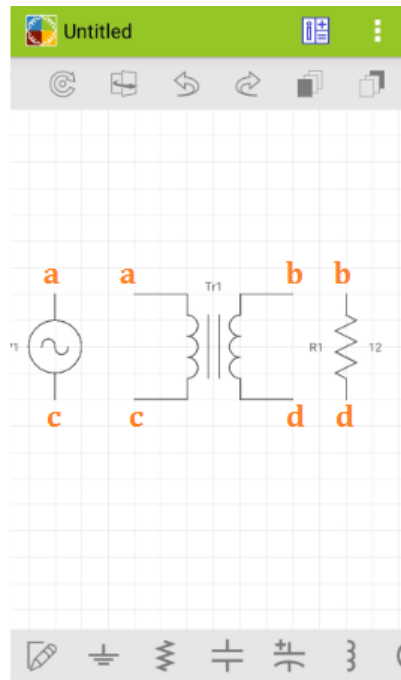
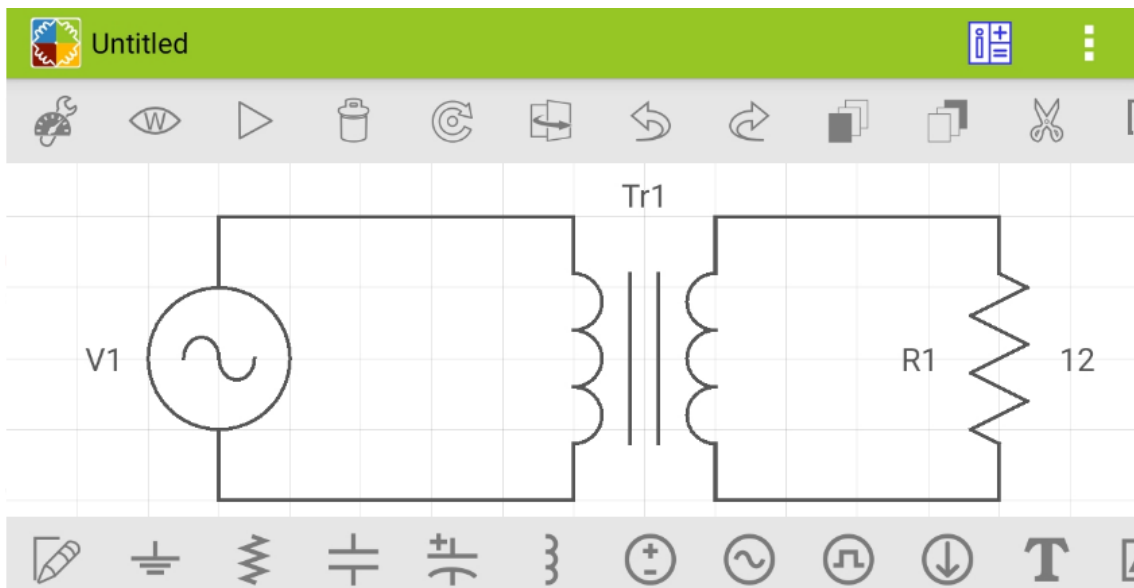

Figura 2.12
Figura 2.13
2.12 – Agora que todos os componentes foram configurados, basta conectá-los ao clicar em **WIRE** no canto inferior esquerdo. A seguir, é preciso selecionar os terminais de cada componente para se formar a conexão (a-a, b-b, c-c e d-d), conforme a figura abaixo (**Figura 2.12**). Vale salientar que, após cada conexão (a-a, b-b, c-c e d-d), é preciso clicar novamente em **WIRE**. O circuito final ficará conforme a **Figura 2.13**.